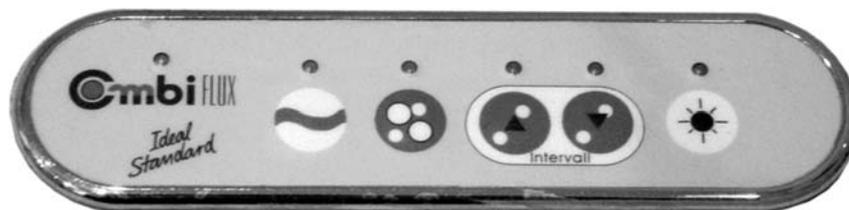

Abb. 4.56 Bedienfeld mit Folienkontakten und Leuchtdioden.
- weitgehende Gestaltungsfreiheit in Hinsicht auf Formgebung (Abb. 4.56*),